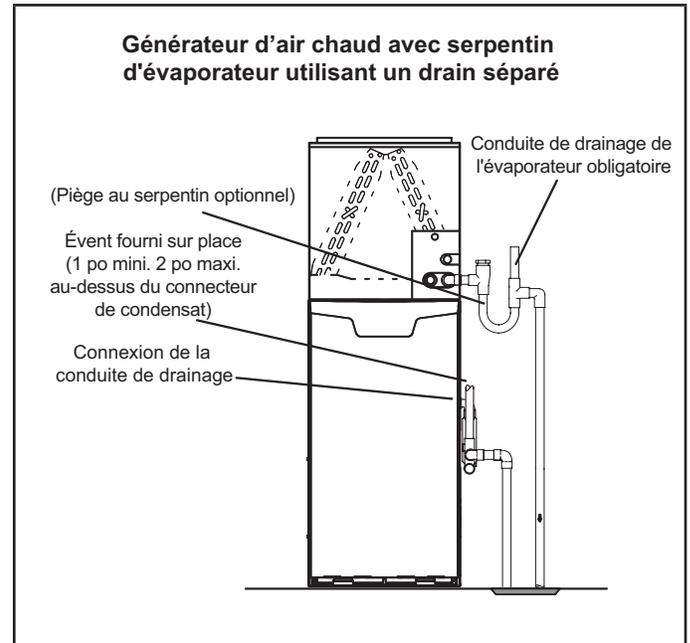
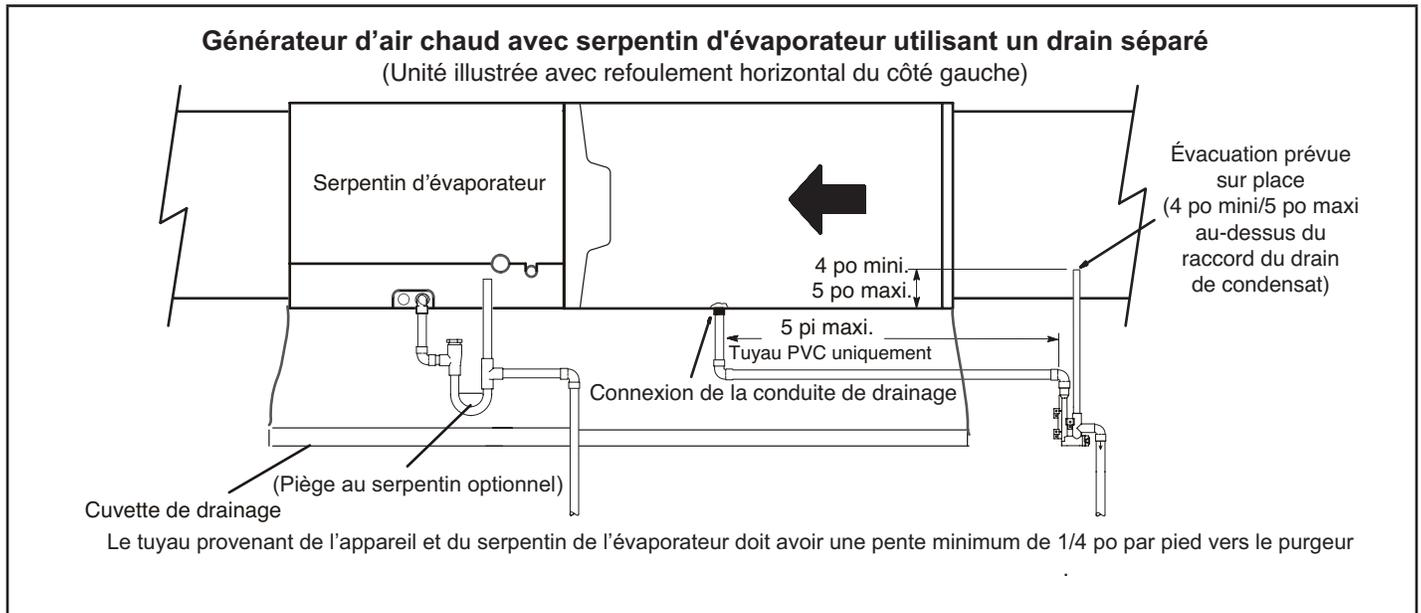
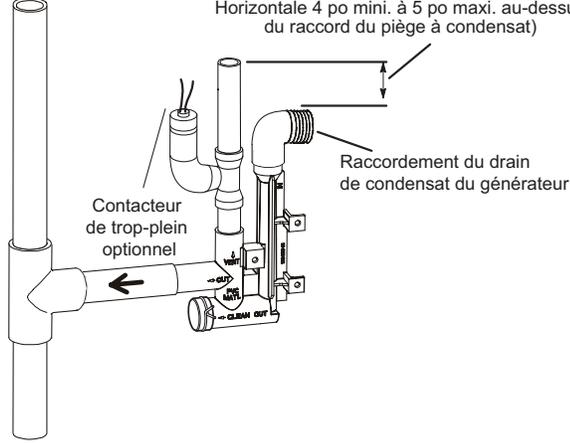

Figure 48
Figure 49
Figure 50
- 5 - La Figure 48 et la Figure 49 montrent l'appareil et le serpentin d'évaporateur utilisant un drain séparé. Si nécessaire la conduite de condensat de l'appareil et celle du serpentin d'évaporateur peuvent s'écouler ensemble. Voir la Figure 50, la Figure 51 et la Figure 52. **Circulation ascendante** (Figure 51) - L'évacuation fournie sur place doit avoir une longueur comprise entre 1 po minimum et 2 po maximum au-dessus du raccord de sortie du drain de condensat. Toute longueur supérieure à 2 po peut provoquer la submersion de l'échangeur de chaleur si la conduite de vidange principale combinée était obstruée. **Circulation horizontale** (Figure 52) - L'évacuation fournie sur place doit avoir une longueur comprise entre 4 po minimum et 5 po maximum au-dessus du raccord de sortie du drain de condensat. Toute longueur supérieure à 5 po peut provoquer la submersion de l'échangeur de chaleur si la conduite de vidange principale combinée était obstruée.